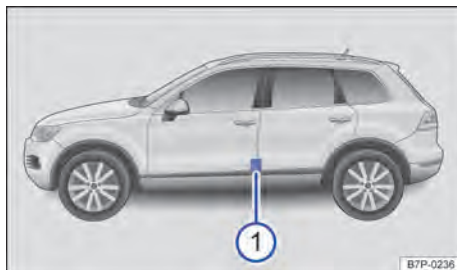

Fig. 257 Na coluna do condutor: etiqueta com as pressões dos pneus ① (alternativa ao lado interno da portinhola do tanque).
- (A) Pressão dos pneus para os pneus do eixo dianteiro.
- (B) Pressão dos pneus para os pneus do eixo traseiro.
- ① Pressão do pneu com os pneus frios.
- ② Pressão dos pneus no carregamento parcial.
- ③ *Dependendo do veículo*: pressão dos pneus de conforto no carregamento parcial.
- ④ Pressão dos pneus no carregamento total.
- ⑤ Pressão dos pneus para a roda sobressalente completa.
A etiqueta com as pressões dos pneus fornece a pressão dos pneus correta para os pneus montados de fábrica. As indicações valem para os pneus de verão, do ano todo e de inverno. A etiqueta com as pressões dos pneus está na coluna da porta do condutor ⇒ Fig. 257 ① ou na parte interna da portinhola do tanque.